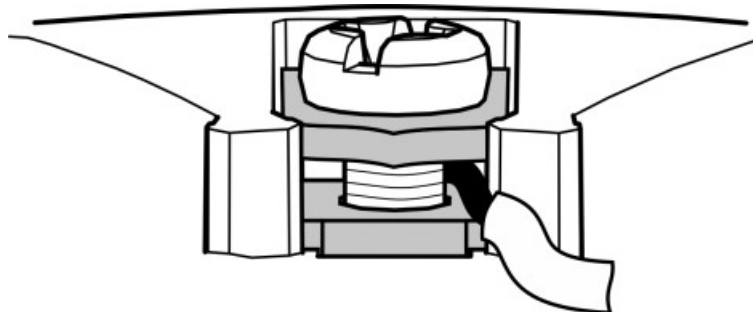

Рисунок 6.4 – Монтаж провода
4. Подключить внешние электрические цепи, согласно разделу 6.4. Провода следует монтировать между пластинами (см. рисунок 6.4).